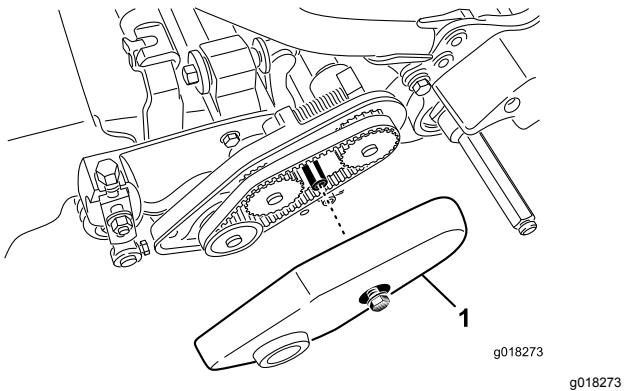

Figura 47
2. Allentate il bullone della flangia che fissa il copricinghia e togliete il copricinghia per accedere alla cinghia (Figura 47).